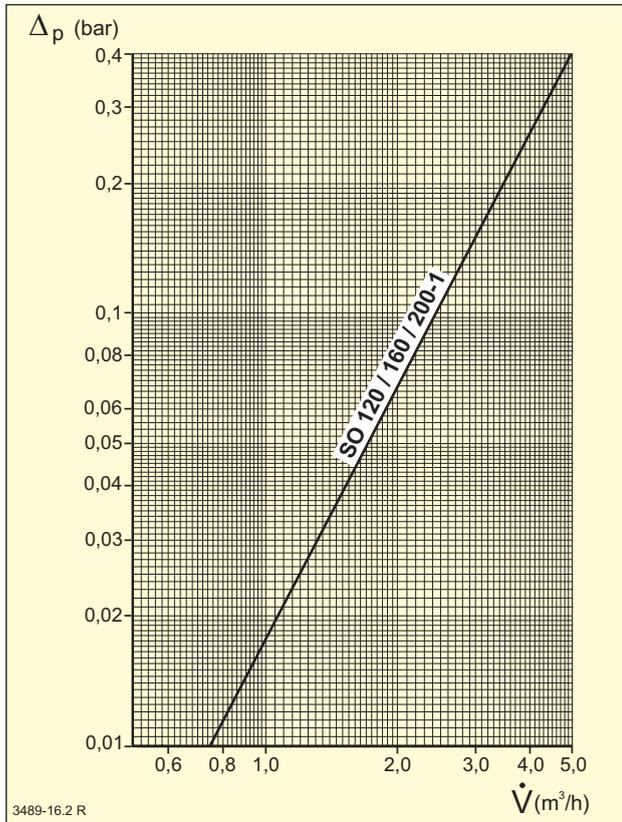

Bild 51 Druckverlust der Heizschlange in bar
**Legende zu Bild 51, 52, 53 und 54:**